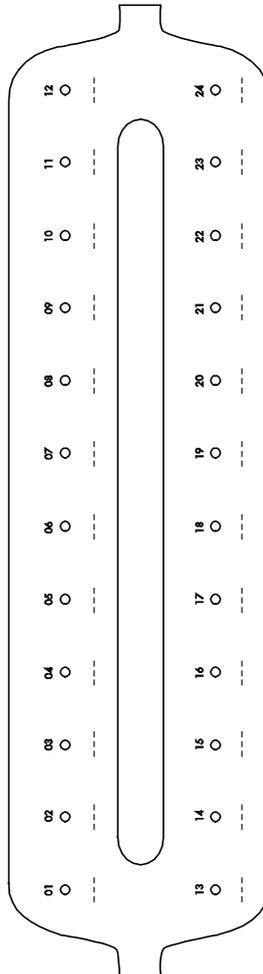

Abbildung 3. Beschriftungsvorlage für Lyseröhrchen (LT), Elutionsöhrchen (ET) und QIAamp Mini Spin-Säulen zur Verwendung auf einem QIAvac 24 Plus Vakuumsystem.
Bei Anwendung des Vakuum-Verfahrens mit dem QIAvac 24 Plus Vakuumsystem empfehlen wir, die Lyseröhrchen (LT), Elutionsröhrchen (ET) und QIAamp Mini Spin-Säulen gemäß der Vorlage in Abbildung 3 (siehe nächste Seite) zu beschriften, um eine Verwechslung von Proben zu vermeiden. Diese Abbildung kann kopiert und mit den Namen der Proben beschriftet werden. Wir empfehlen die Verwendung einer vergleichbaren Vorlage bei Einsatz anderer Vakuumsysteme oder Anwendung des Spin-Verfahrens.